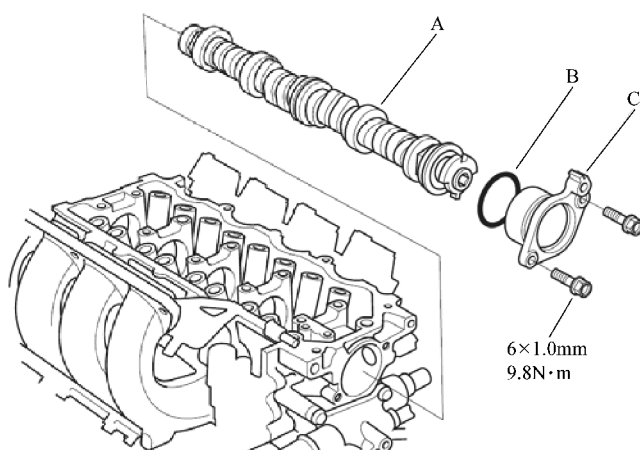

图 10-27 安装凸轮轴
1) 如图 10-27 所示，安装凸轮轴 A，然后安装带新 O 形圈 B 的凸轮轴止推盖 C。